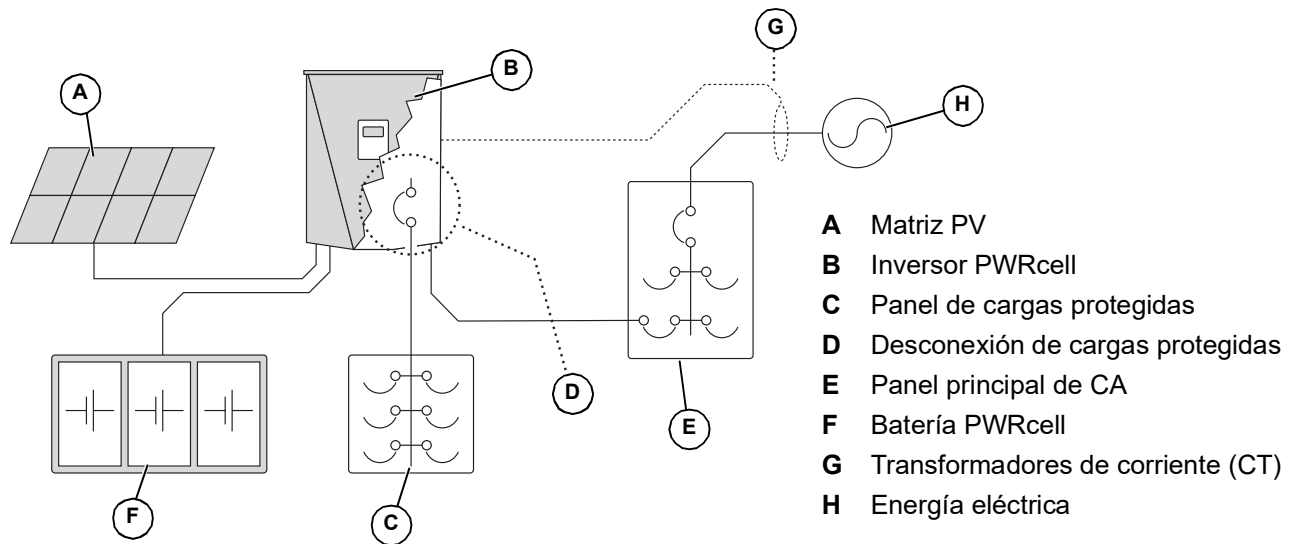

Figura 5-7. Conexión de transformadores de corriente (CT)
- Consulte la Figura 5-7. Instale los CT alrededor de los conductores de servicio principal entre el medidor de servicio y el punto de interconexión con el panel o el dispositivo de entrada de servicio posterior.